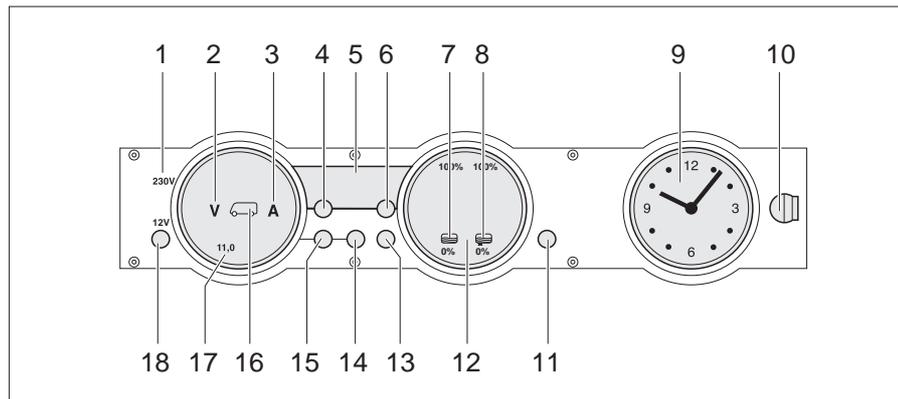

Fig. 170 Pannello di controllo MP 20-T
La spia di controllo 230 V (Fig. 170,1) si accende quando all'ingresso della centralina elettrica è presente una tensione di rete.
L'interruttore principale 12 V (Fig. 170,18) inserisce o disinserisce il pannello di controllo e l'alimentazione a 12 V dell'abitacolo.
**Accensione:** ■ Premere brevemente il tasto "12 V" (Fig. 170,18). L'alimentazione a 12 V dell'abitacolo è inserita. L'indicatore di controllo "12 V" si accende.
▷ Se dopo l'accensione il LED "11,0" dell'indicatore dei volt e il simbolo dei Volt "V" (Fig. 170,2) lampeggiano nell'indicatore delle batterie (Fig. 170,17), la tensione della batteria dell'abitacolo è insufficiente. Caricare la batteria.
▷ Se dopo l'accensione l'indicatore di controllo "12 V", il simbolo della batteria dell'abitacolo (Fig. 170,16) e il simbolo dei Volt "V" (Fig. 170,2) lampeggiano per tre volte, significa che la separazione della batteria è attivata. Disattivare la separazione della batteria.
**Spegnimento:** ■ Premere brevemente il tasto "12 V" (Fig. 170,18). L'alimentazione a 12 V dell'abitacolo è disinserita. L'indicatore di controllo "12 V" si spegne.
■ Premere il tasto della batteria dell'abitacolo (Fig. 170,14) e tenerlo premuto per circa 10 secondi. Il simbolo dei Volt "V" (Fig. 170,2) e il simbolo degli Ampere "A" (Fig. 170,3) lampeggiano tre volte. La batteria dell'abitacolo è separata dalla rete di bordo a 12 V.
■ Premere il tasto "12 V" (Fig. 170,18) e tenerlo premuto per 5 secondi. Il simbolo dei Volt "V" (Fig. 170,2) lampeggia tre volte. La batteria dell'abitacolo è collegata alla rete di bordo a 12 V. L'indicatore di controllo si accende dopo circa 2 secondi.
- Premere il tasto della batteria dell'abitacolo "🔋" (Fig. 170,14). Il simbolo dei Volt "V" (Fig. 170,2) si accende. Il simbolo degli Ampere "A" si accende con luce bianca o rossa a seconda del livello di carica o scarica delle batterie. La tensione della batteria e la corrente della batteria dell'abitacolo sono indicate dai LED sul pannello di controllo.
- Premere il tasto della batteria di avviamento "🔋" (Fig. 170,15). Il simbolo dei Volt "V" (Fig. 170,2) si accende. La tensione della batteria della batteria di avviamento viene indicata attraverso i LED nell'indicatore.
- Premere il tasto dei serbatoi "  " (Fig. 170,13). I simboli del serbatoio dell'acqua "  " (Fig. 170,7) e del serbatoio delle acque grigie "  " (Fig. 170,8) si accendono. I livelli di riempimento del serbatoio dell'acqua (scala a sinistra) e del serbatoio delle acque grigie (scala a destra) vengono visualizzati mediante i LED nell'indicatore.
Il simbolo Volt "V" (Fig. 170,2) e il LED "11,0" iniziano a lampeggiare non appena la tensione della batteria scende al di sotto di 11 V (misurazione durante il normale esercizio) con conseguente rischio che la batteria si scarichi totalmente.
Il simbolo del serbatoio dell'acqua "☰" (Fig. 170,7) o il simbolo del serbatoio delle acque grigie "☷" (Fig. 170,8) lampeggia se il serbatoio dell'acqua è vuoto o il serbatoio delle acque grigie è pieno.
Attraverso l'indicazione digitale (Fig. 170,5) è possibile visualizzare la temperatura interna e la temperatura esterna.
- Premere il tasto della temperatura interna "☰" (Fig. 170,4). Viene indicata la temperatura interna.
- Premere il tasto della temperatura esterna "☷" (Fig. 170,6). Viene indicata la temperatura esterna.
L'indicatore dell'orologio (Fig. 170,9) indica l'ora. L'orologio contiene una batteria propria e non è collegato alla rete di bordo a 12 V.
- Per il bloccaggio (Fig. 170,10) ruotare di un quarto di giro. Il bloccaggio viene sbloccato.